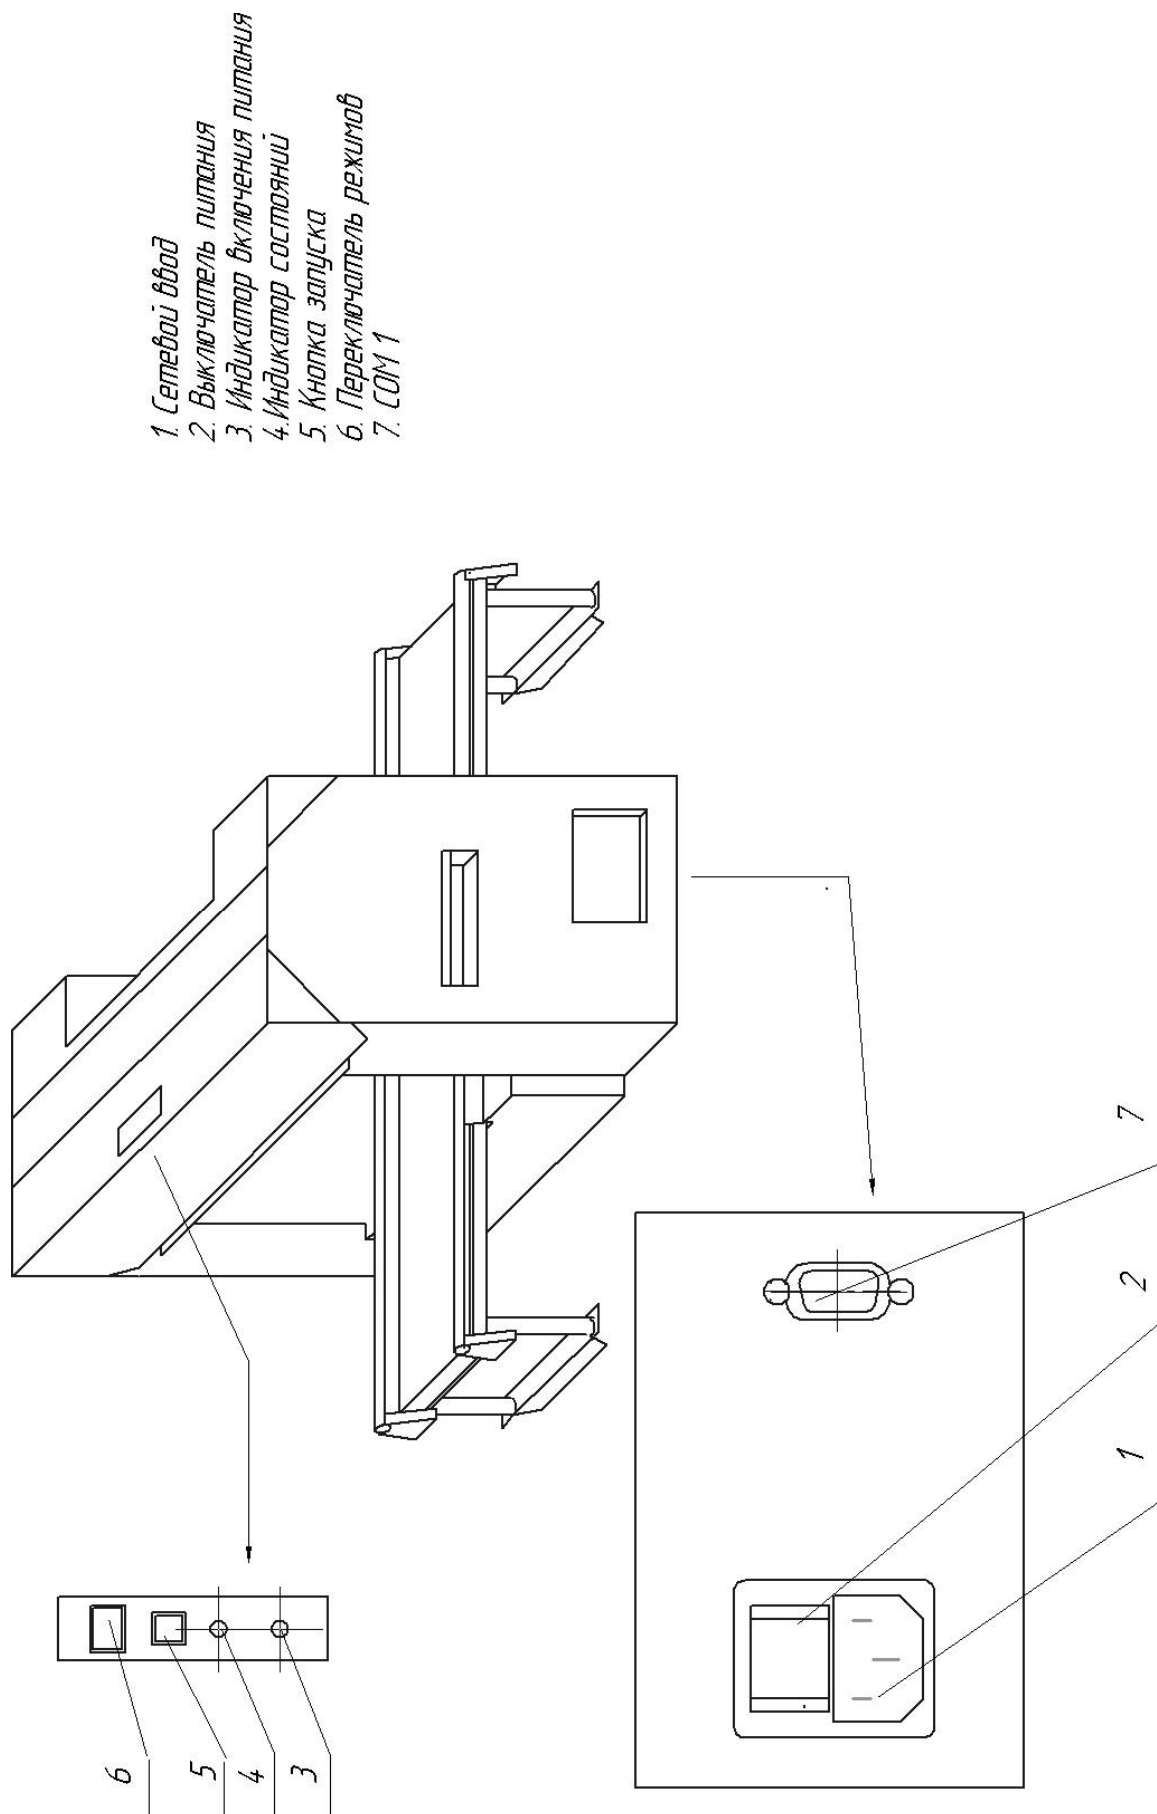

Рис. 2.2.7 БП «ЭКСТ Челнок М»
Расположение органов управления, индикации и элементы подключения БП «ЧЕЛНОК М» показаны на рис.2.2.7.
1. кабель, связывающий БП с БМ подключить к разъемам COM1 БП (см.рис.2.2.7) и датчик 1 (или датчик 2) БМ соответственно;